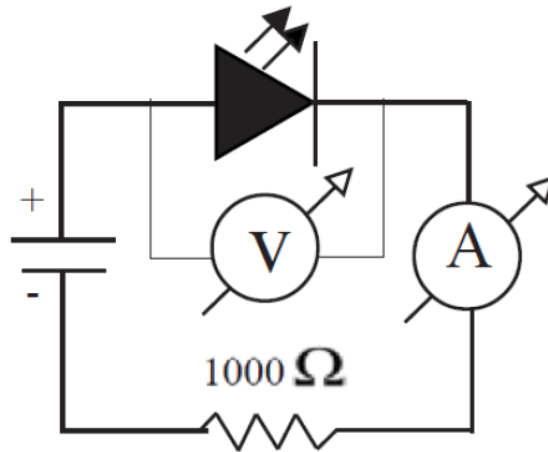

Figura 4: Esquema de ligação do circuito com resistor e LED da experiência de 1ª Lei de Ohm.
na Figura 4, correspondente a uma das montagens desta aula. O valor deste resistor será determinado por meio da seguinte equação:
- i. Monte o circuito de acordo com a Figura 4, inserindo um LED e utilizando um resistor de  $1000\ \Omega$ . Você sabe a importância do valor da resistência desse resistor? Se tiver dúvida quanto a este valor, use o ohmímetro para determiná-lo.
- vi. Meça 3 vezes os valores de corrente elétrica para cada valor nominal de tensão no LED sugeridos na Tabela 5. **Atente que os valores de tensão sugeridos se referem à diferença de potencial no LED, e não na fonte de tensão**, o que deve ser medido utilizando o voltímetro posicionado conforme Figura 4.
1. Qual a função do resistor no circuito da Figura 4?